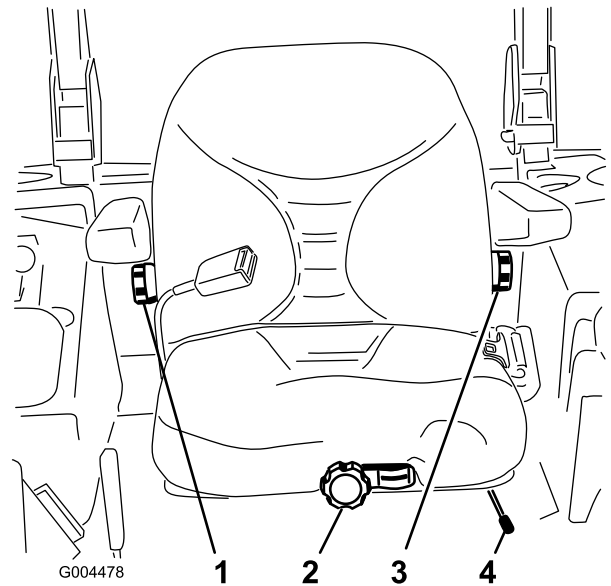

Bild 15
1. Bewegen Sie den Hebel zum Einstellen des Sitzes zur Seite, um den Sitz zu entriegeln (Bild 15).
Setzen Sie sich nicht auf den Sitz und drehen Sie das Handrad vorne in eine Richtung, bis der gewünschte Komfort erreicht ist (Bild 15).
Drehen Sie zum Verstellen der Rückenlehne das Handrad unter der rechten Armlehne solange in eine Richtung, bis der gewünschte Komfort erreicht ist (Bild 15).
Drehen Sie zum Verstellen der Rückenlehne das Handrad unter der linken Armlehne solange in eine Richtung, bis der gewünschte Komfort erreicht ist (Bild 15).